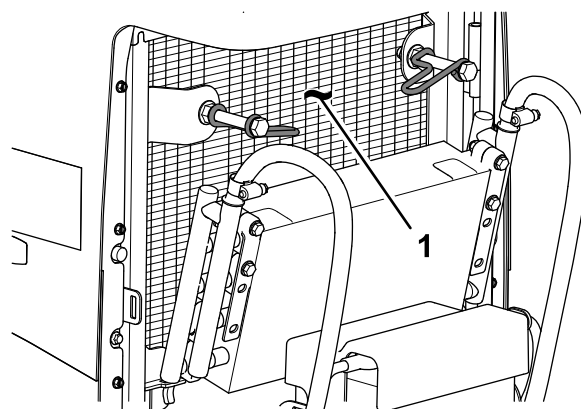

Рисунок 112
8. Тщательно очистите обе стороны маслоохладителя и радиатора (Рисунок 112) сжатым воздухом.